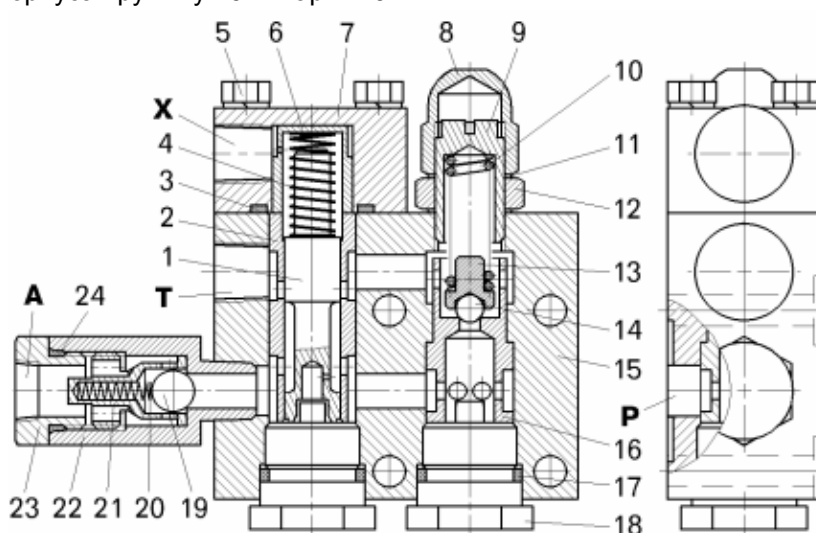

Рисунок 9.16 — Клапан-регулятор:
- отвернуть обратный клапан и отложить для дальнейшей разборки (рисунок 9.16);